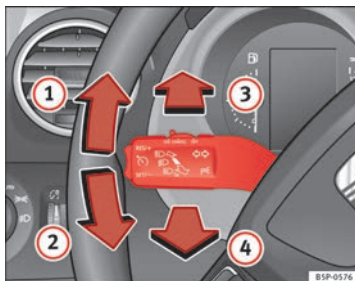

Abb. 77 Blinker- und Fernlichthebel
- Drücken Sie den Hebel bis zum Anschlag nach oben ⇒ Abb. 77 ①, um **rechts** zu blinken bzw. nach unten ②, um **links** zu blinken.
- Bewegen Sie den Hebel nur bis zum Druckpunkt nach oben ① oder unten ②, und lassen Sie ihn dann wieder los. Der Blinker blinkt mehrmals auf. Die entsprechende Kontrollleuchte blinkt mit.
- Drücken Sie den Hebel bei eingeschaltetem Abblendlicht nach vorne ⇒ Abb. 77 ③, um das Fernlicht einzuschalten.
- Drücken Sie den Hebel zum Lenkrad, ⇒ Abb. 77 ④ um das Fernlicht auszuschalten.
- Zum Betätigen der Lichthupe ziehen Sie den Hebel zum Lenkrad ④.